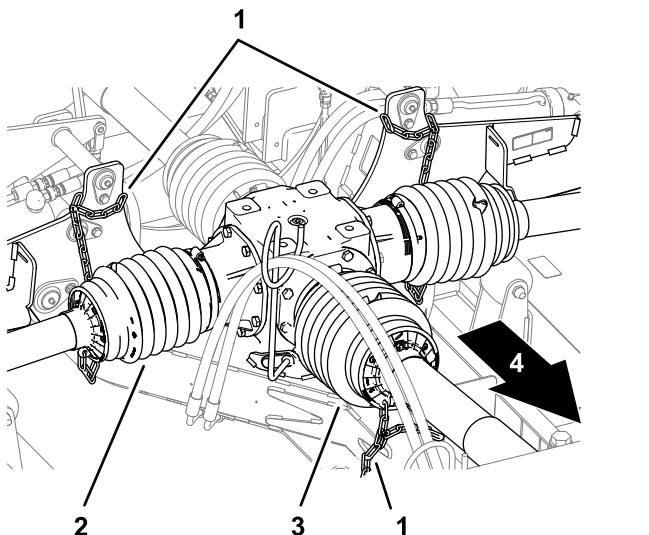
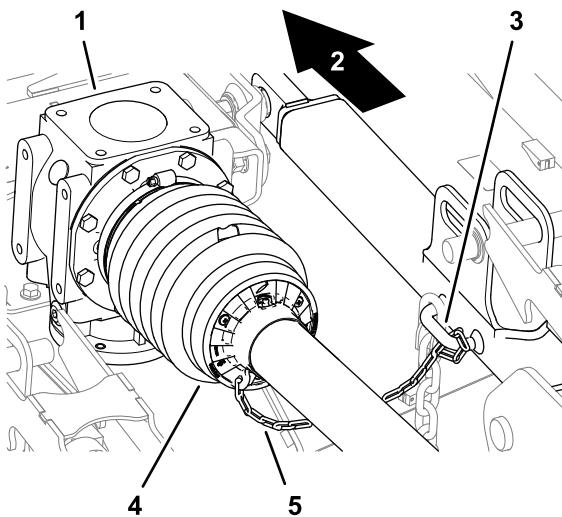

Figure 18
Figure 21
6. Vérifiez que la chaîne de retenue est bien reliée à la protection arrière de l'arbre de PDF, aux protections des arbres d'entraînement et au cadre de la tondeuse (Figure 18 et Figure 21).